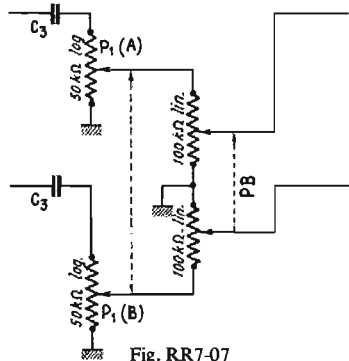

Fig. RR-7.07
Le schéma des adjonctions à apporter pour une commande de « balance » est représenté sur la figure RR-7.07. En version stéréophonique, vous avez donc le potentiomètre P₁ (A) et (B) double jumelé (2 × 50 kΩ logarithmique) ; il est suivi d'un autre potentiomètre PB double jumelé de 2 × 100 kΩ à variation linéaire (réglage « balance »). Ce potentiomètre est câblé comme indiqué sur la figure afin que sa manœuvre entraîne l'augmentation du gain sur un canal et la diminution du gain sur l'autre (et inversement).